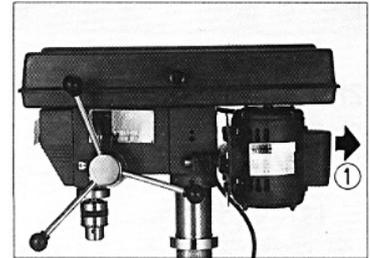
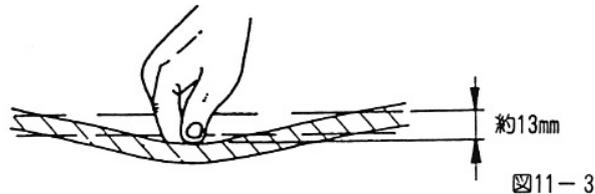

図11-2
図11-3
- (3) 適度な張力（約4kgの圧力、もしくは図11-3のように手でベルトに圧力をかけて、約13mmになる位）が得られるまでモーターを矢印①の方向へ引いて下さい。図11-2